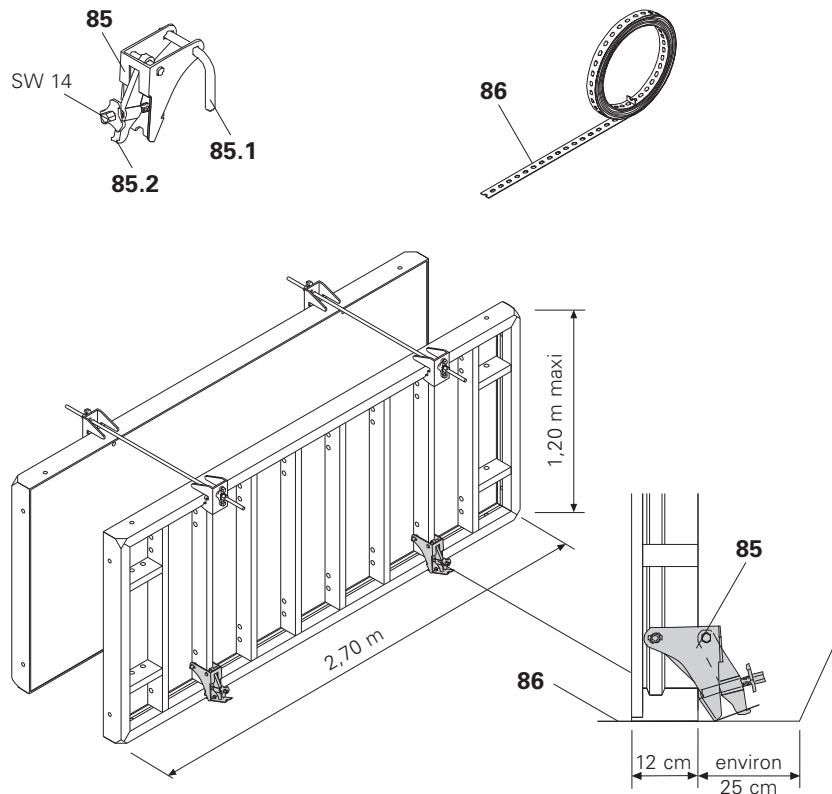

Fig. A16.02
1. Placer des éléments TRIO sur le feuilard (86).
2. Fixer la pièce de serrage pour feuilard TRIO TLS (85) dans l'orifice de raccordement à l'aide d'axes (85.1).
- (Fig. A16.02)